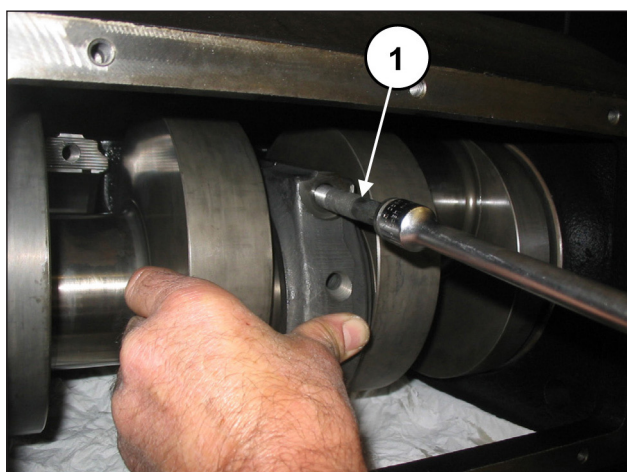

Fig. 62
Fissare i cappelli alle semibielle mediante le viti M12x1.25x87 (pos. ①, Fig. 62).